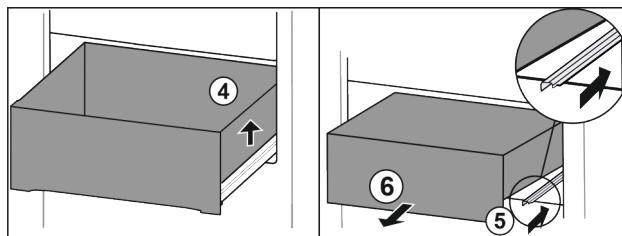

Fig. 15
- Levante el cajón de la derecha Fig. 15 (4).
- Deslice el riel derecho Fig. 15 (5).
- Saque el cajón. Fig. 15 (6).